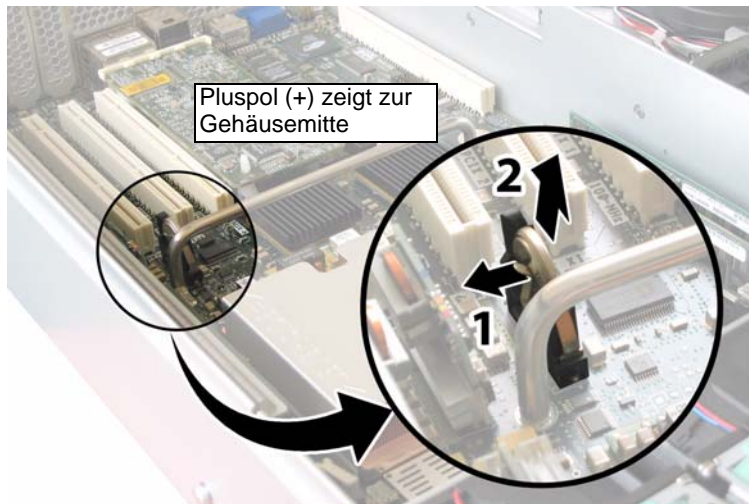

ABBILDUNG 4-6 Entfernen der Batterie
4. Entfernen Sie die Batterie, indem Sie vorsichtig die Anschlussklemme von der Stirnseite der Batterie wegziehen und die Batterie gerade nach oben herausnehmen. Siehe ABBILDUNG 4-6.